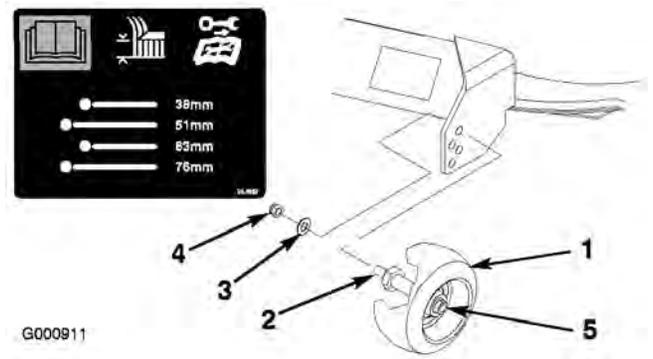

Figura 14
- A. Después de ajustar la altura de corte, retire la tuerca y la arandela mientras sujeta el eje con una llave (Figura 14).
Nota: No retire la tuerca ni la arandela de la rueda (Figura 14).
- B. Seleccione el taladro que hará que la rueda protectora esté lo más próximo posible a la altura de corte deseada (Figura 14).
3. Instale la tuerca y la arandela en el eje (Figura 14).